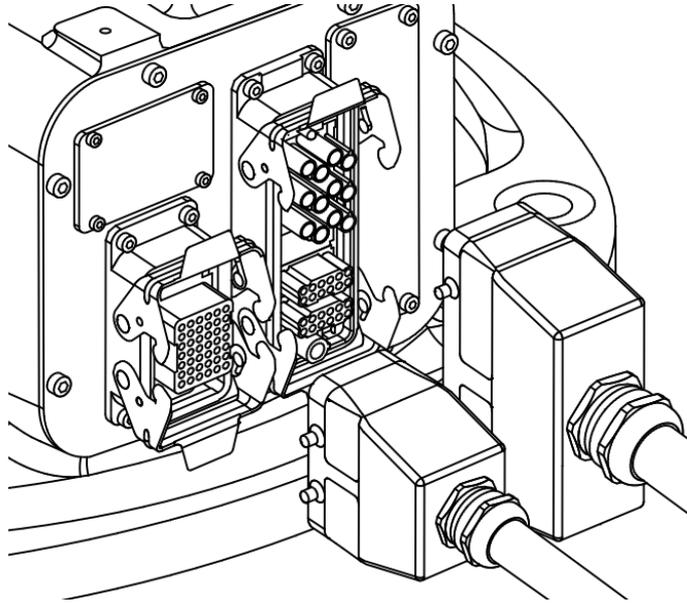

图 5-3 操作机重载线连接接口
**步骤1.** 将动力线和编码器插头的一端分别插进操作机重载线对应的连接口(见图 5-3),并扣紧锁扣。